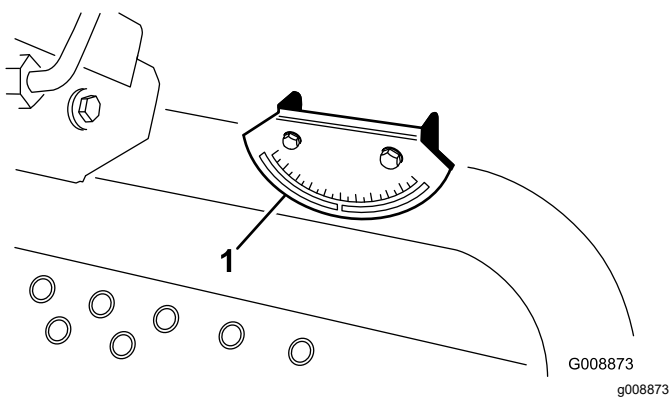

Figura 6
- Compruebe la nivelación de la máquina colocando un inclinómetro de mano (suministrado con la máquina) sobre el travesaño del bastidor, junto al depósito de combustible (Figura 6). El inclinómetro debe marcar cero grados visto desde la posición del operador.